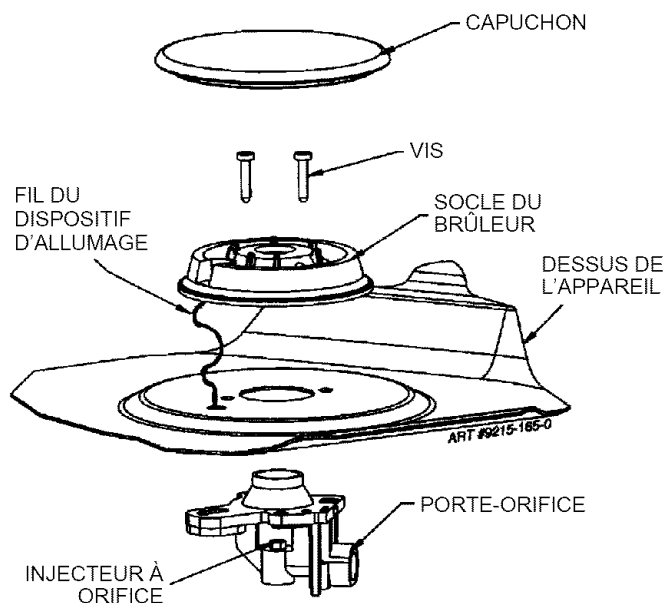

FIGURE 7
Étape 2 : Retirer le socle du brûleur ; pour cela, enlever les 2 vis à 6 lobes (T-15). (Voir la figure 7.) Laisser le fil du dispositif d'allumage attaché au socle.
Étape 3 : Pousser fermement un *tourne-écrou* de 7 mm (ou 9/32 po) sur l'injecteur à orifice (figure 7) et desserrer l'injecteur en le tournant dans le sens anti-horaire. Retirer doucement le tourne-écrou du col du brûleur. L'injecteur à orifice doit se trouver pris dans le creux. Répéter pour chaque brûleur.